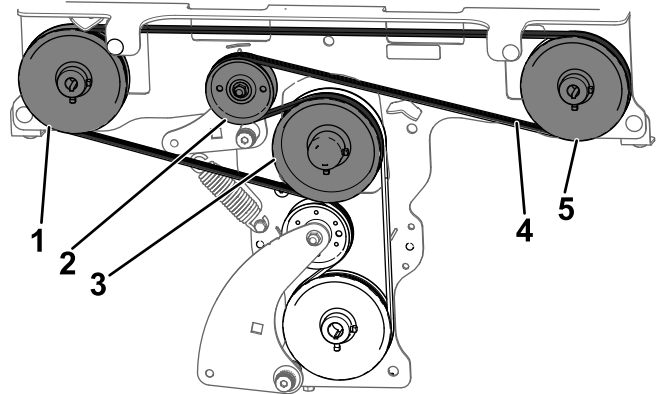

Bild 47
8. Legen Sie einen neuen Antriebsriemen um die linke Antriebsriemenscheibe, dann um die rechte Antriebsriemenscheibe, dann um die Spannrolle und dann um die Motorriemenscheibe. Siehe Bild 47.